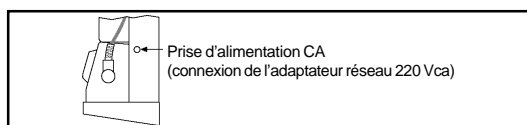

Figure 7 - Emplacement de la prise d'alimentation CA
1. Branchez l'adaptateur réseau 220V sur la prise d'alimentation CA sur le côté de l'enregistreur (voir Figure 7).